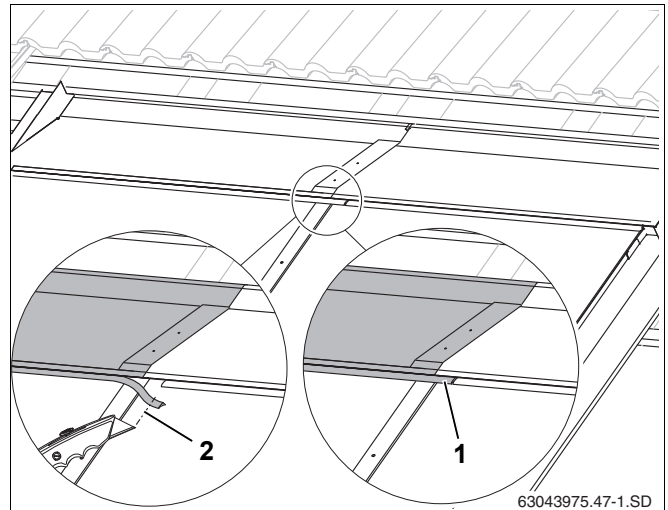

Рис. 57 Раскрой резинового язычка
- ▶ Укоротите резиновый язычок настолько (рис. 57, поз. 2), чтобы он уперся в язычок правого накладного листа.
- ▶ Вставьте резиновый язычок левого накладного листа в фальц правого накладного листа (рис. 57, поз. 1).